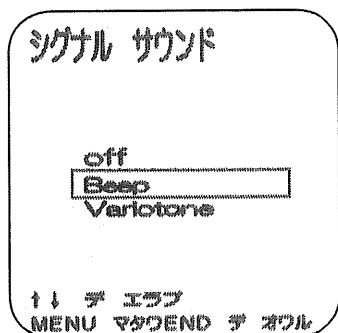

図14
7. 6. 3. サウンドの設定は、図11を表示させたあと、☐ シグナル サウンドにカーソルを合わせSTARTキーを押してください。図14表示されます。